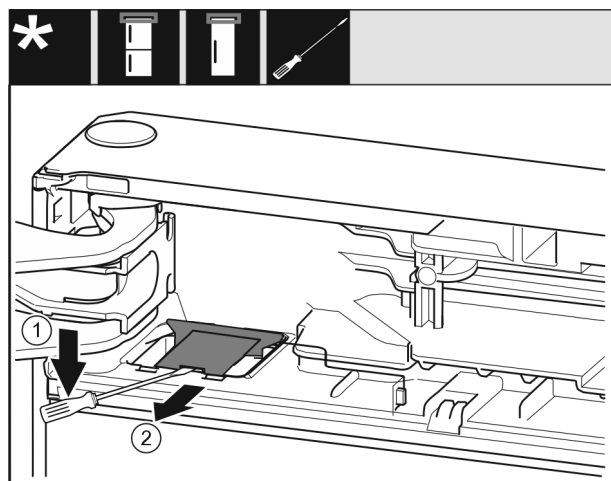

Fig. 7
- S ploščatim izvijačem iztaknite pokrov in ga dvignite. Fig. 7 (1)
- Pokrov vzemite ven. Fig. 7 (2)